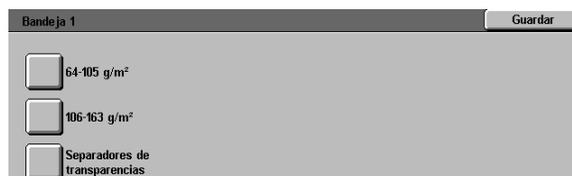

Figura 7: Pantalla detallada de muestra de la bandeja
- 3** Vuelva a comprobar la configuración actual de cada bandeja. Utilice las teclas de dirección hacia arriba y hacia abajo para resaltar la bandeja de papel deseada y pulse el botón **Cambiar opciones** para mostrar la pantalla detallada de la bandeja. Un ejemplo de pantalla detallada de las bandejas 2, 3 y 4 se ilustra en la Figura 7.